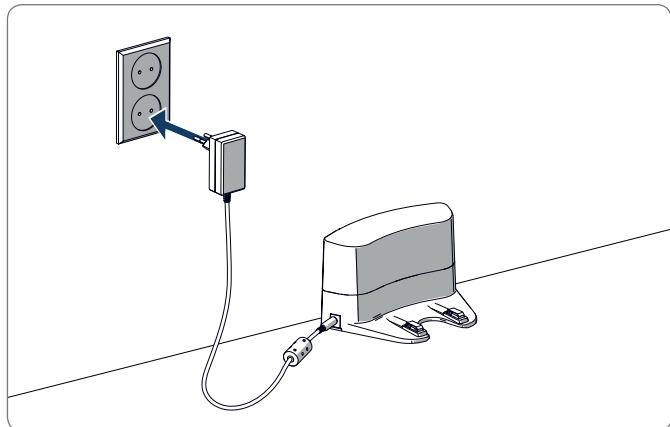

Abbildung 7 - Anschließen der Ladestation an die Stromversorgung
4. Schließen Sie die Ladestation an die Stromversorgung an. Siehe Abbildung 7. An der Ladestation leuchtet ein blaues Dauerlicht auf.